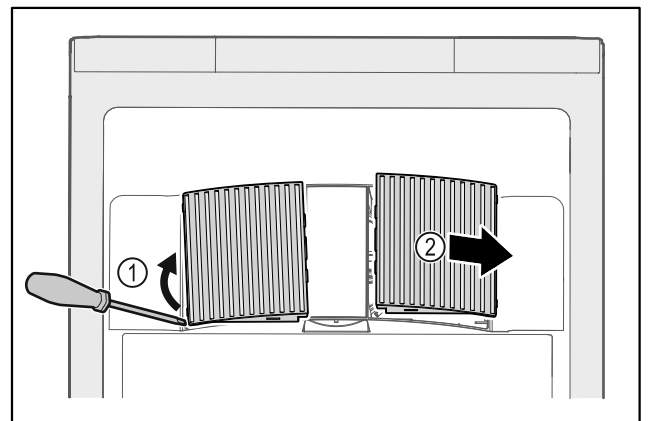

Fig. 109
- ▶ Estrarre con cautela i coperchi delle ventole dai lati Fig. 109 (1) e rimuoverli in avanti Fig. 109 (2).